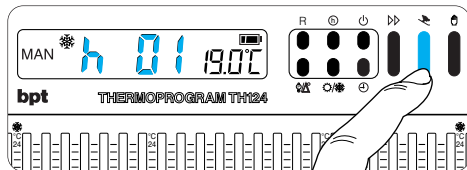

Fig. 27
**9.2** - Premere il pulsante  (fig. 27).